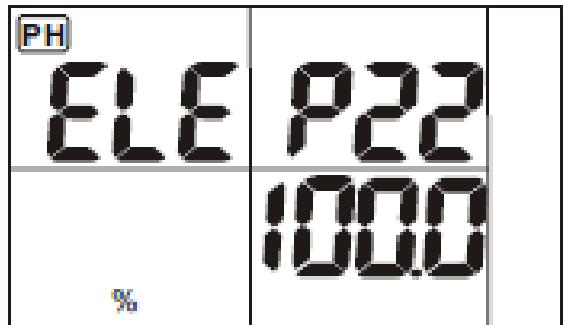

Рис. 5
2. Натисніть кнопку «ENTER», щоб переглянути Р22, значення крутизни відобразиться на дисплеї, так само і Р23 (рис. 5). У цьому приладі допускаються максимально 3 точки для калібрування, тому користувач може переглянути два значення крутизни електродної функції. Якщо значення крутизни <75% або >115%, то рекомендується негайно замінити електрод.